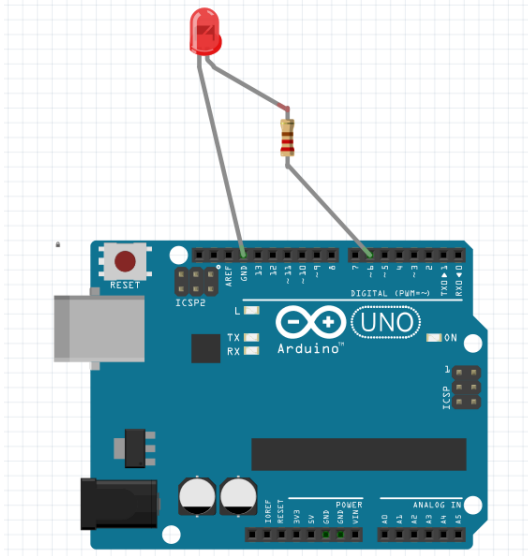

Рис. 4.2. Схема підключення світлодіоду
2. На монтажній платі скласти схему відповідно до рис. 4.2.